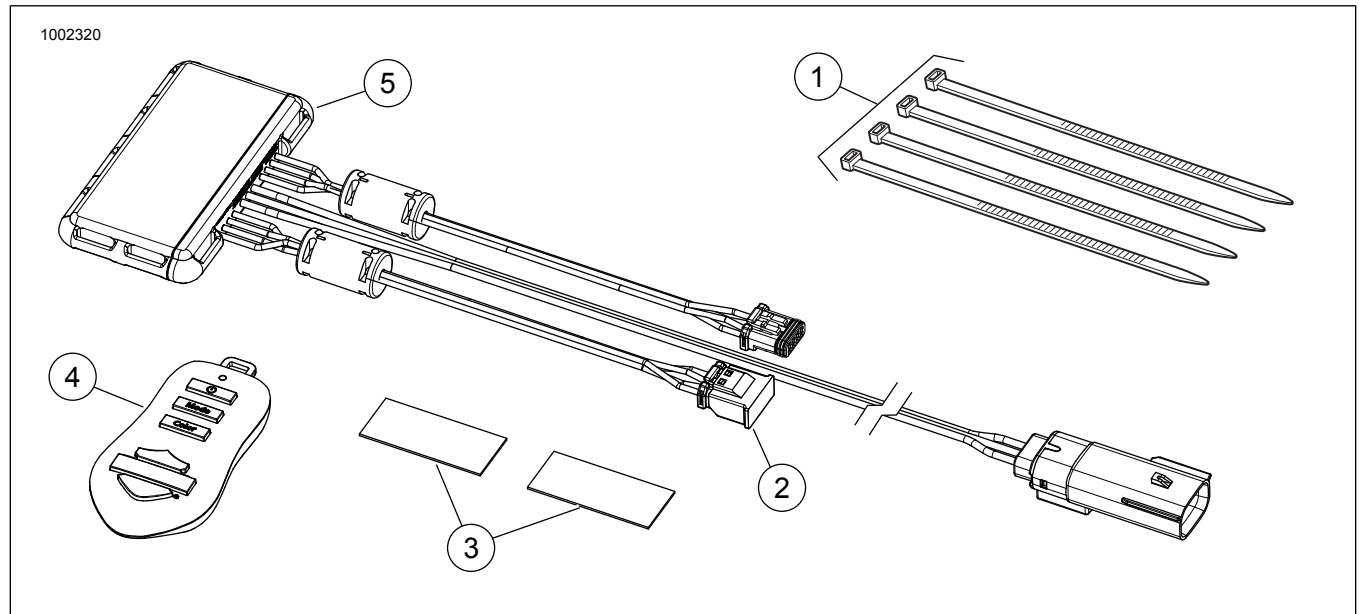

Figura 2. Peças de reposição, Kit do controlador Spectra Glo
Veja a figura 2. e Tabela 1.
5. Veja a figura 2. Escolha um local adequado para montar o controlador (5), embaixo do assento ou atrás da tampa do lado esquerdo. Use a fita adesiva dupla face (3) fornecida com o kit ou abraçadeiras (1).